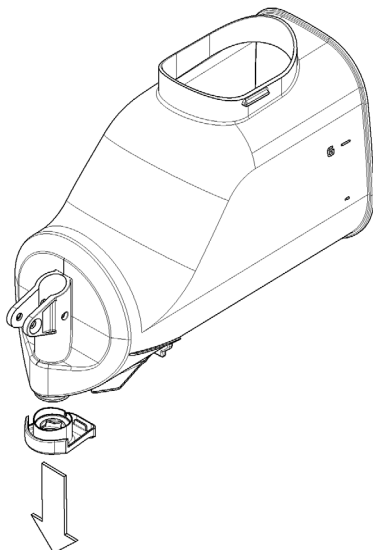

figure 8
- 7 Enlever le réducteur de débit du bac (voir figure 8).
- 3 Remettre le robinet en place sur le bac en effectuant les opérations de la (voir figure 8) en sens inverse.